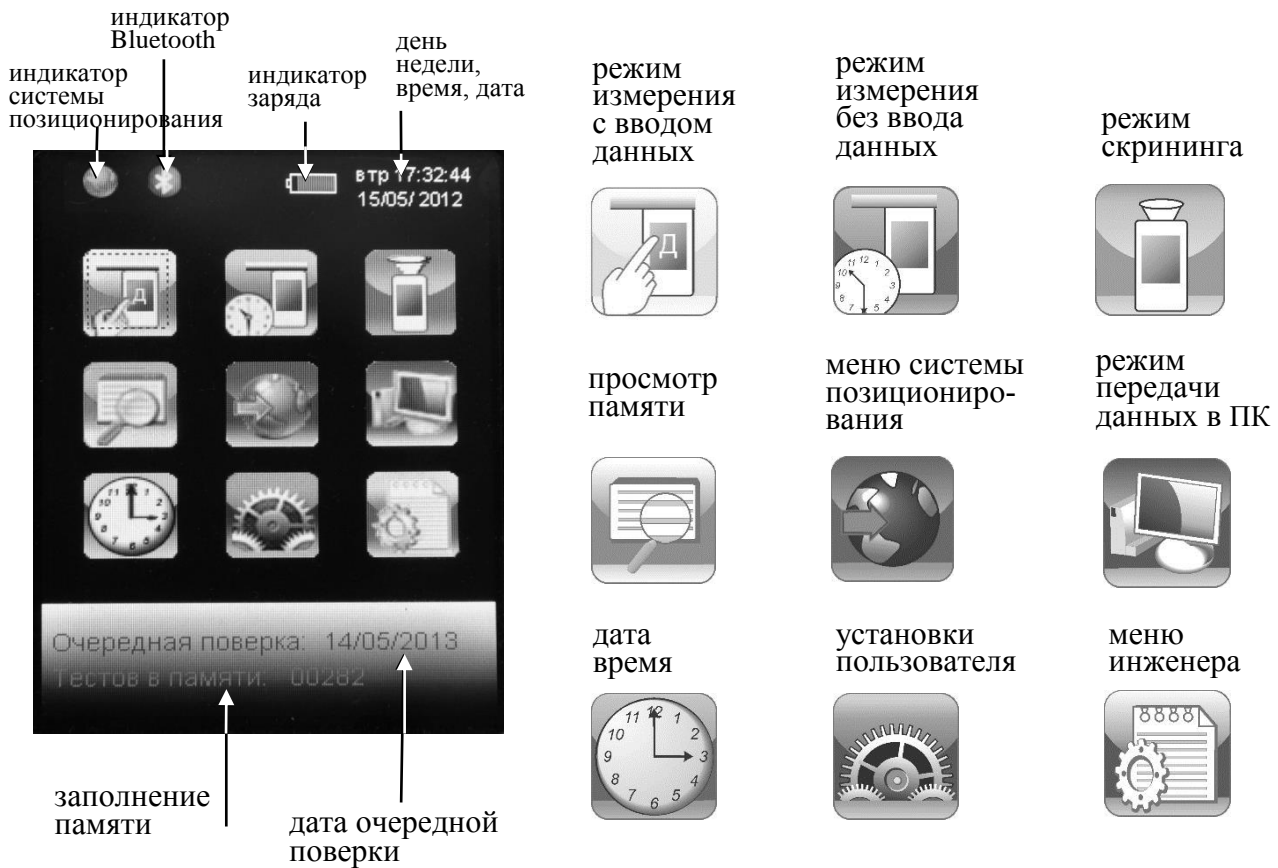

Рисунок 6 – Главное меню анализатора
2.3.1 При включении анализатора после заставки с сокращенным обозначением анализатора и номером версии программного обеспечения на сенсорном экране появляется главное меню из 9 пунктов-иконок и индикаторов, информирующих об уровне заряда аккумуляторного блока, текущем времени и дате, а также об установлении координат текущего местоположения приемником системы позиционирования и соединения Bluetooth (рисунок 6).
2.5.2 Для входа в меню «**Установки пользователя**» в главном меню анализатора (рисунок 6) выберите пункт-иконку , касаясь ее стилусом. На сенсорном экране появится окно «**УСТАНОВКИ**» – меню из 4-х пунктов: